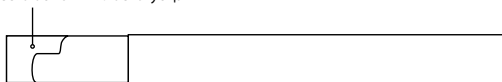

Рис. 15
4.2.4. Термоусадить термоусаживаемую трубку CFM 10/3 с помощью воздушного термопистолета горячим воздухом и сразу обжать свободный конец трубки плоскогубцами (см. рис. 15). Температура усадки 250 °С.